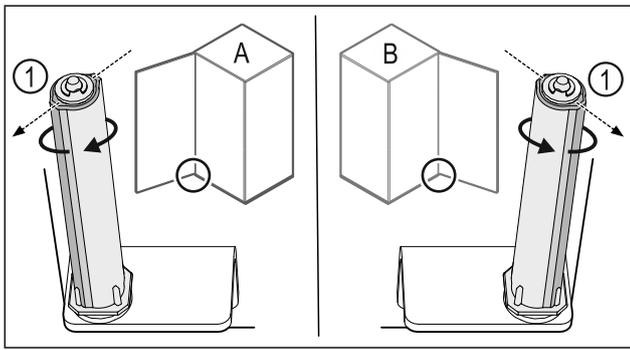

Fig. 54 左门挡(A) / 右门挡(B)
- ▶ 克服阻力转动关门系统，直至关门系统 Fig. 54 (1)的连接片朝外。